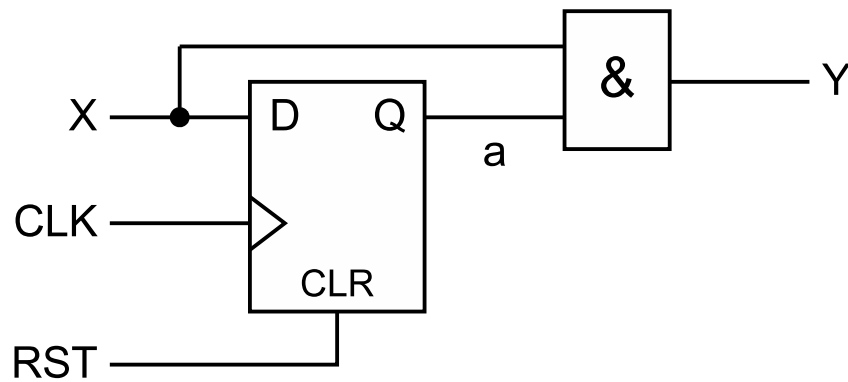

Abbildung 1: Schaltung.
Abbildung 1 zeigt eine einfache Schaltung bestehend aus einem D-Flip-Flop und einem AND-Gatter.
- (a) Vervollständigen Sie die Signalverläufe des Flip-Flop Ausgangs **a** und des Ausgangssignals **Y** der Schaltung aus Abbildung 1 (ohne Berücksichtigung von Verzögerungszeiten).
(b) Die Schaltung aus Abbildung 1 soll nun in VHDL modelliert werden. Vervollständigen Sie das Code-Fragment für die Entity *myCircuit* und die zugehörige Architecture *myArch*.